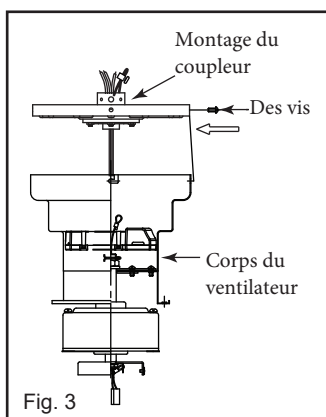

Fig. 3
Étape 3. Glissez les fils du moteur du ventilateur à travers l'ensemble de coupleur de montage, puis serrez l'ensemble de coupleur de montage au corps du ventilateur avec quatre vis de montage. (Fig.3)